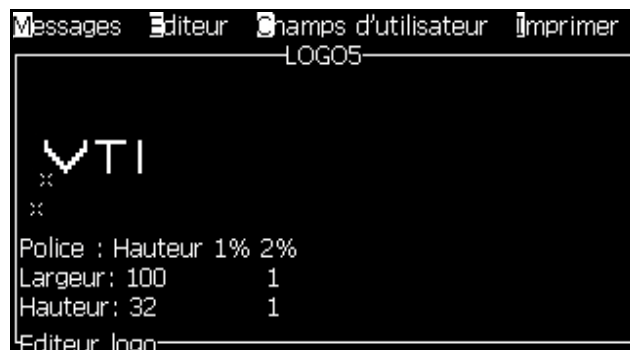

Figure 5-62 : Logo dans l'écran Menu
- 10 Appuyez sur la touche *Entrée* et le logo apparaît dans l'écran Menu (voir Figure 5-62).